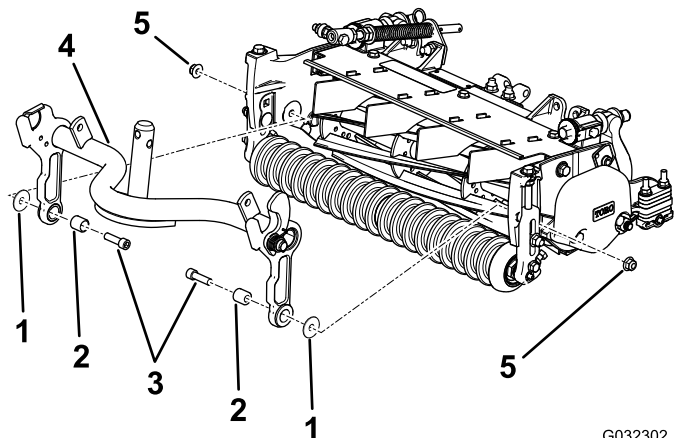

Figura 5
2. En las mismas posiciones, instale un perno (3/8" x 1 1/4"), un espaciador nuevo y la arandela que retiró anteriormente, y sujételos usando la tuerca suministrada en el kit (Figura 5).